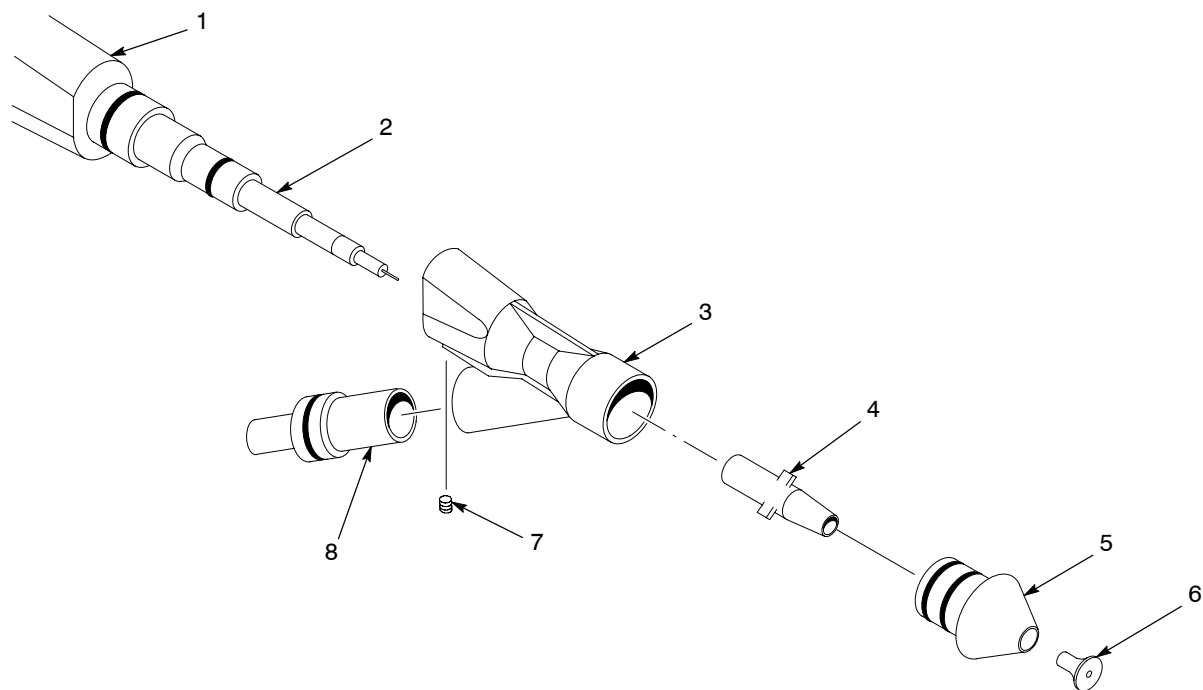

Рис. 3 Ежедневное техобслуживание
2. См. рис. 3. Снять детали форсунки (поз. 4-6) с распылителя.
3. Ослабив установочные винты (7), извлечь узел ввода порошка (3) из распылителя прямо.
5. Продуть от порошка резисторный насадок (2) и удлинитель (1). Протереть их чистой, сухой ветошью. Осторожно удалить с деталей спекшийся порошок деревянным или пластмассовым штифтом или аналогичным инструментом. Нельзя использовать инструмент, который может поцарапать пластмассу. На царапинах будет накапливаться и спекаться порошок.